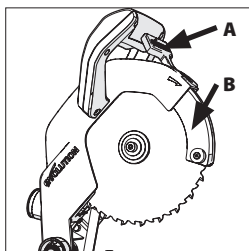
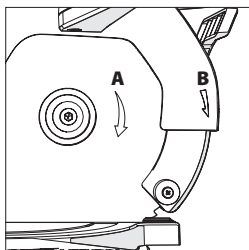

Abb. 28
Abb. 29
**(Abb. 28)** Setzen Sie das neue Sägeblatt auf den inneren Flansch und vergewissern Sie sich, dass es korrekt auf der Flanschschulter sitzt. Führen Sie anschließend den unteren Messerschutz langsam wieder in seine ursprüngliche geschlossene Position zurück. Stellen Sie sicher, dass der Richtungspfeil auf dem Sägeblatt (A) mit dem in den Uhrzeigersinn zeigenden Pfeil auf dem oberen Messerschutz (B) übereinstimmt. **(Abb. 29)**